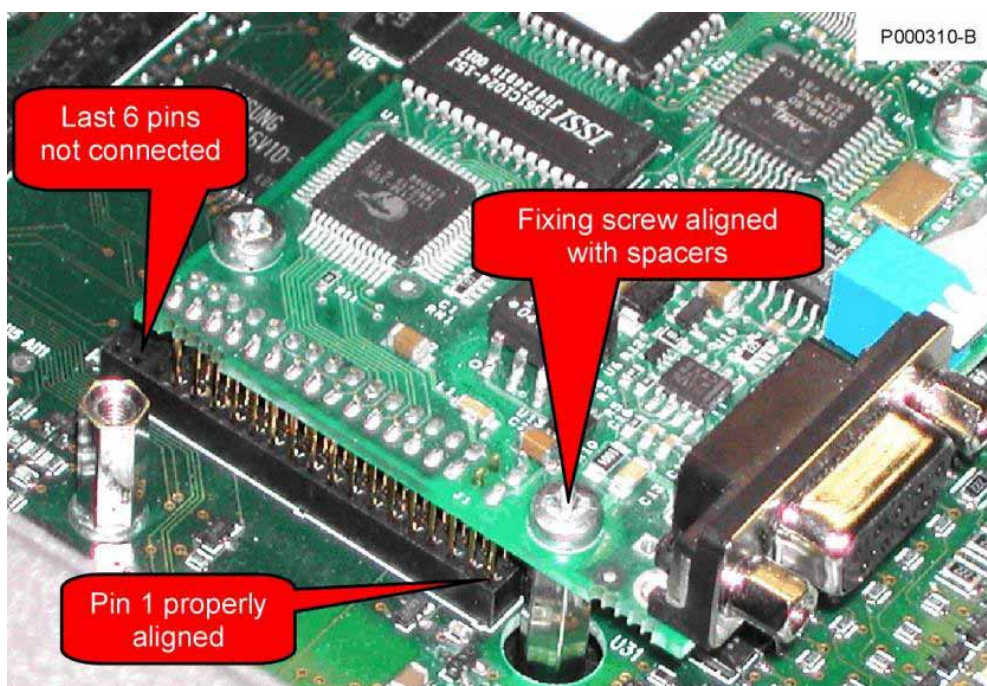
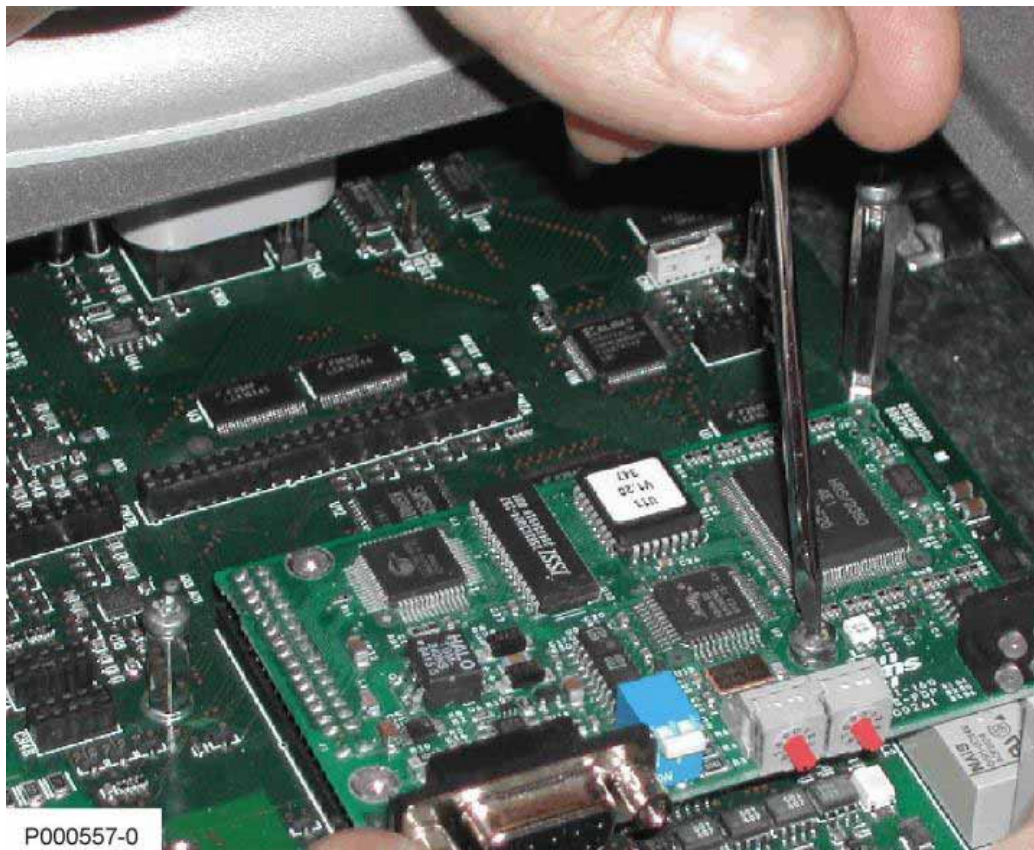

Figura 124: Verificação do correto alinhamento do pente de contatos no conector slot B
Figura 125: Fixagem da placa no slot B
- 4) Inserir a placa no slot B atentando para que o conector pente da placa ocupe apenas a parte anterior do slot deixando livres os últimos 6 pins. Se a placa é instalada corretamente, tem-se o alinhamento entre os três furos de fixagem e as correspondentes sedes dos parafusos das colunetas metálicas de suporte. Após ter verificado o correto alinhamento, apertar os parafusos de fixagem da placa como mostrado na Figura 124 e Figura 125.